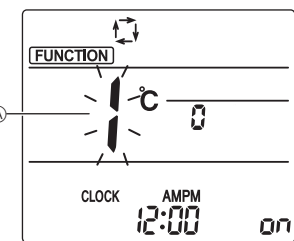
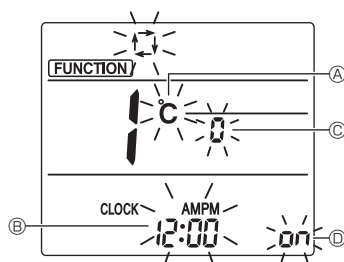

Fig. 6-10
Fig. 6-11
1. Pulse el botón ● ① para detener el acondicionador de aire.
2. Pulse el botón MENU ②.
- Se mostrará la pantalla de configuración de funciones y parpadeará el n.º de función Ⓐ. (Fig. 6-10)
- Pulse el botón ⬆ ④ para cambiar el n.º de función.
3. Compruebe que se muestra la función N.º "1", y luego pulse el botón SET ③.
- Se visualizará la pantalla de configuración de la visualización. (Fig. 6-11)